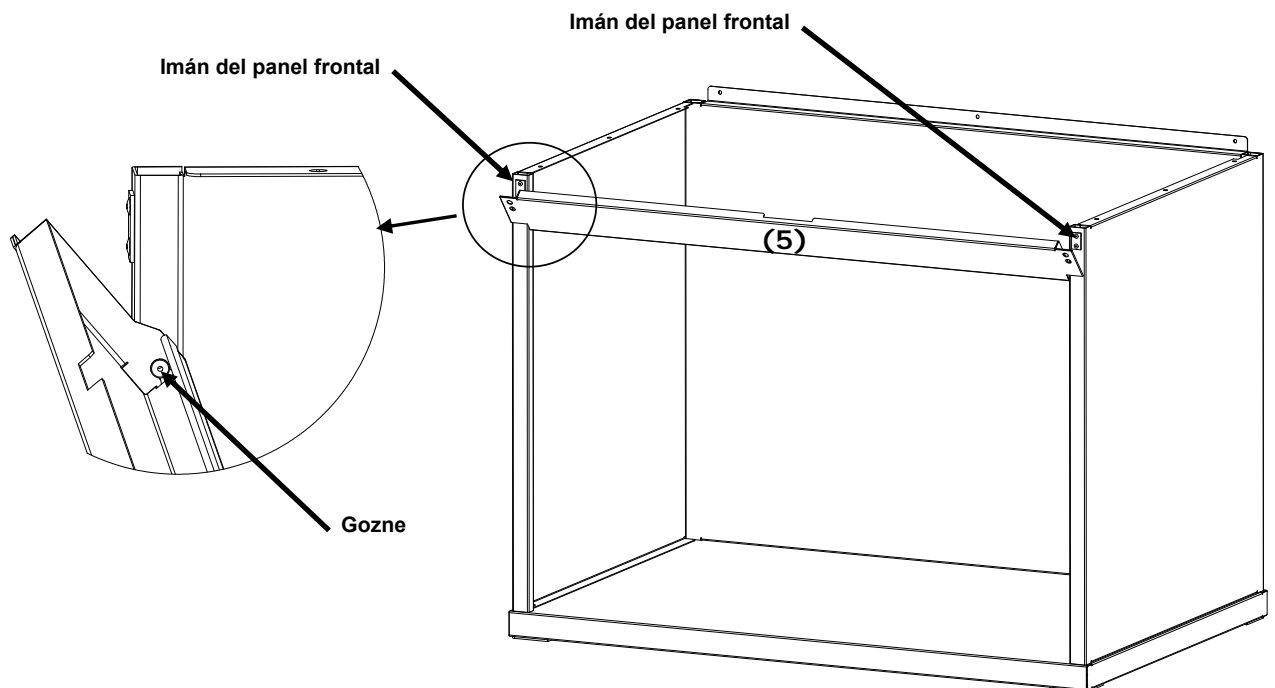

Figura 5. Montaje del panel frontal
7. Introduzca los goznes de los dos paneles laterales en las ranuras correspondientes en el panel frontal (5).
8. Gire el panel frontal hacia arriba en la unidad hasta que los imanes entren en contacto con el panel frontal. Consulte la Figura 5.